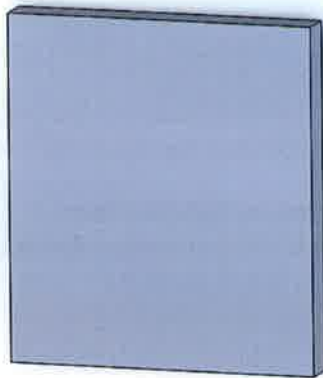

Abb. 4: Ein Quader als Grundkörper wird erzeugt
1. Einen Quader als Grundkörper erzeugen (siehe Abb. 4).